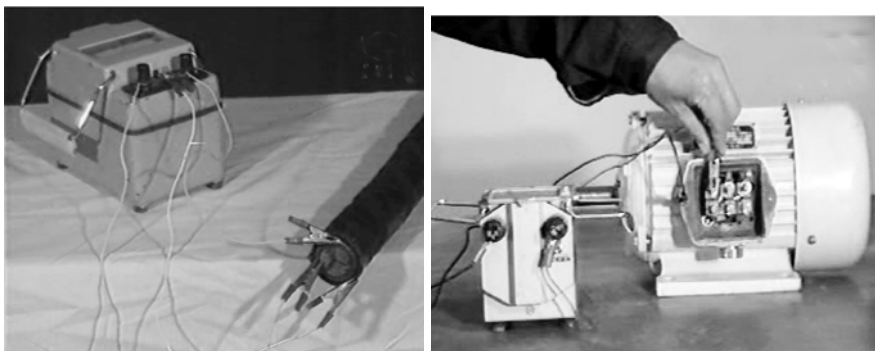

图 2-51 兆欧表接线示例
(3) 正确接线。一般兆欧表上有三个接线柱，一个为线接线柱、标号为“L”，一个为地接线柱、标号为“E”，另一个为保护或屏蔽接线柱、标号为“G”。在测量时，“L”与被测设备和大地绝缘的导体部分相接，“E”与被测设备的外壳或其他导体部分相接。一般在测量时只用“L”和“E”两个接线柱，但当被测设备表面漏电严重、对测量结果影响较大而又不易消除时，如空气太潮湿、绝缘材料的表面受到侵蚀而又不能擦干净时，就必须连接“G”端钮，如图 2-51 所示。同时在接线时还须注意不能使用双股线，应使用绝缘良好且不同颜色的单根导线，尤其对于连接“L”接线柱的导线，必须具有良好的绝缘。